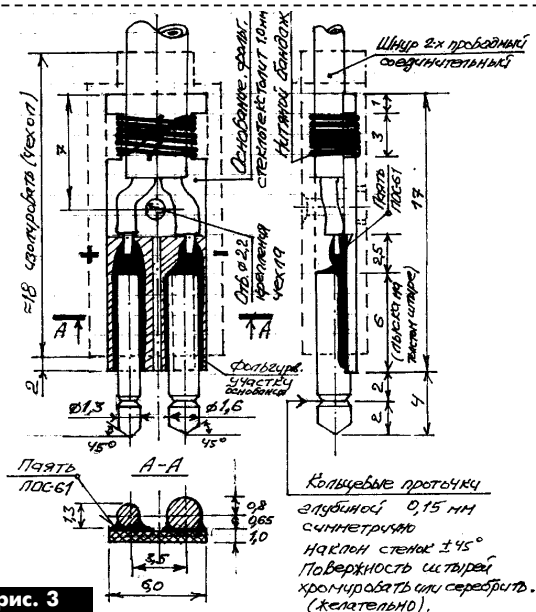

рис. 3
**Параметрические МИ.** На рис.3 показана структурная схема прибора "на биениях". В смеситель С поступают сигналы от двух генераторов – опорного Гоп и перестраиваемого Гп (с выносной поисковой рамкой Ц). Изменение частоты Гп под действием объекта поиска вызывает появление разностной частоты на выходе С, и в головных телефонах ТЛФ появляется звук.